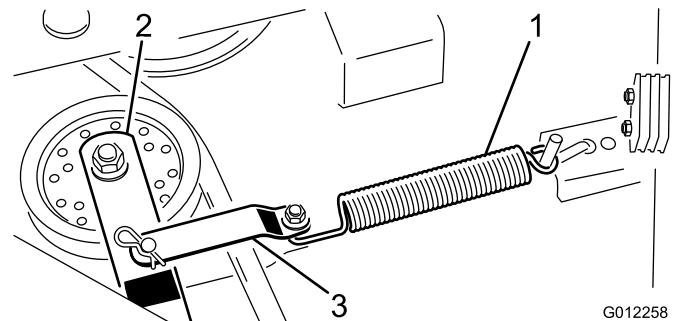

Figura 22
2. Liberte a mola do gancho do suporte intermédio do braço para libertar a tensão da correia (Figura 22). Retire o gancho e o pino de segurança que fixam o aro da mola ao braço intermédio.
7. Instale o suporte do braço intermédio no braço intermédio com o gancho e passador de forquilha (Figura 22). Coloque a mola no gancho no suporte do braço intermédio. Para assegurar que existe tensão adequada na correia de transmissão, a mola deve ser esticada até um comprimento de aproximadamente 18 cm. Se a mola não for esticada até este comprimento, volte a colocar a barra da mola num novo furo de montagem mais afastado da correia.